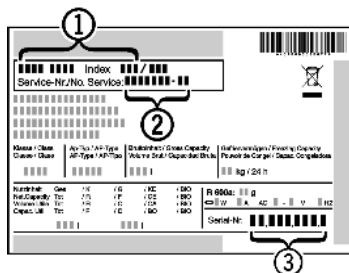

Fig. 79
- ▶ Očitajte naziv uređaja Fig. 79 (1), servisni broj Fig. 79 (2) i serijski broj Fig. 79 (3) s tipske pločice. Tipska pločica nalazi se na lijevoj unutarnjoj strani uređaja.